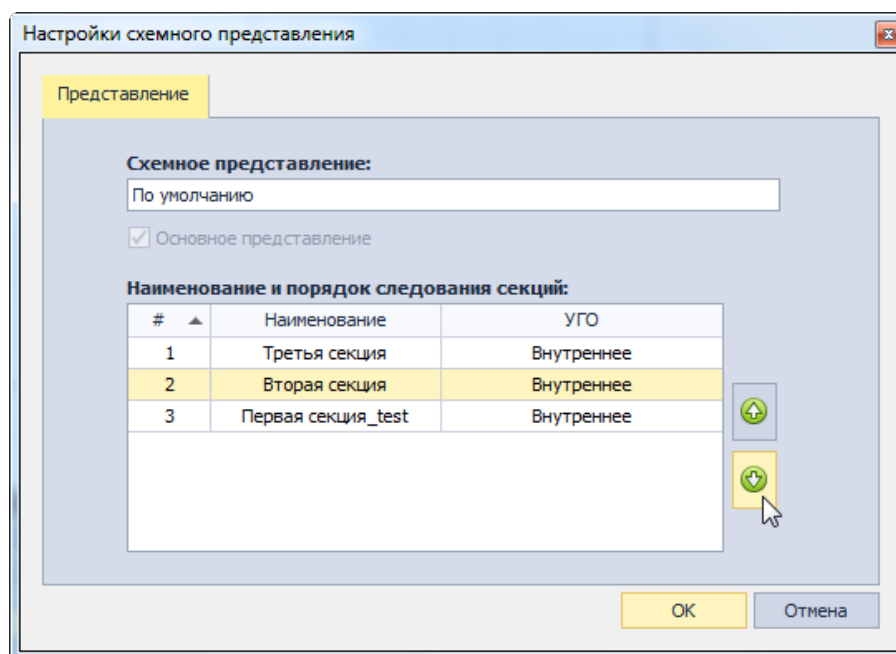

Рис. 227 Изменение порядка отображения секции
- Выберите из таблицы в окне «Настройки схемного представления» одну из секций и с помощью кнопок  и  переместить ее в требуемую позицию, см. Рис. 227.